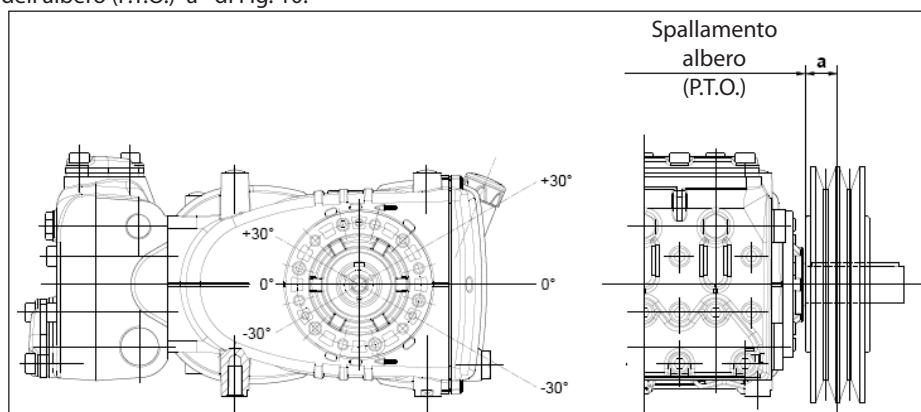

Fig. 10
Il carico radiale sull'albero non deve essere superiore a 3000 N (valore necessario per la definizione del Lay-out). La trasmissione è considerata adeguata se tale carico è applicato ad una distanza massima  $a=30$  mm dallo spallamento dell'albero (P.T.O) come indicato in Fig. 10.
- b) Utilizzare cinghie ad alto rendimento - per esempio **XPB** invece di **SPB** - in quanto risulterà necessaria una quantità inferiore di cinghie a parità di potenza trasmessa ed una conseguente distanza inferiore della risultante rispetto allo spallamento dell'albero (P.T.O.) "a" di Fig. 10.